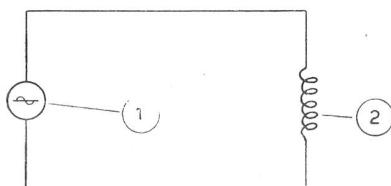

Fig. 109
b) Spule (Solenoid) an den Klemmen eines Wechselstromgenerators. Wenn ein Wechselstrom an den Klemmen einer Spule (mit oder ohne Eisenkern) angeschlossen ist, verhalten sich Stromstärke und Spannung zueinander wie folgt (Fig. 109):